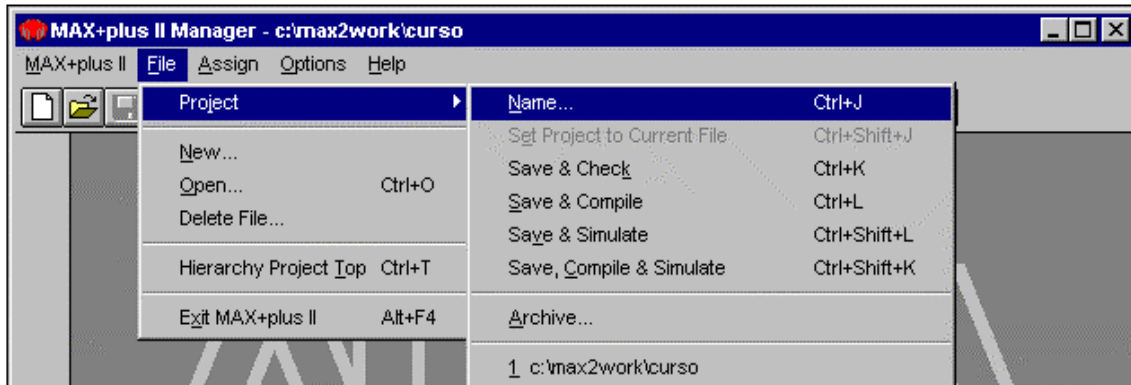

Figura 2
3.1.1 Escolha a função *Project Name* no menu *File* (figura.2).